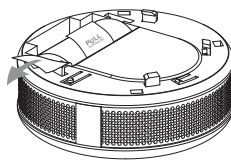

Fig. 3
3. Entfernen Sie den Papierstreifen, der die Batterie schützt (Fig. 3).